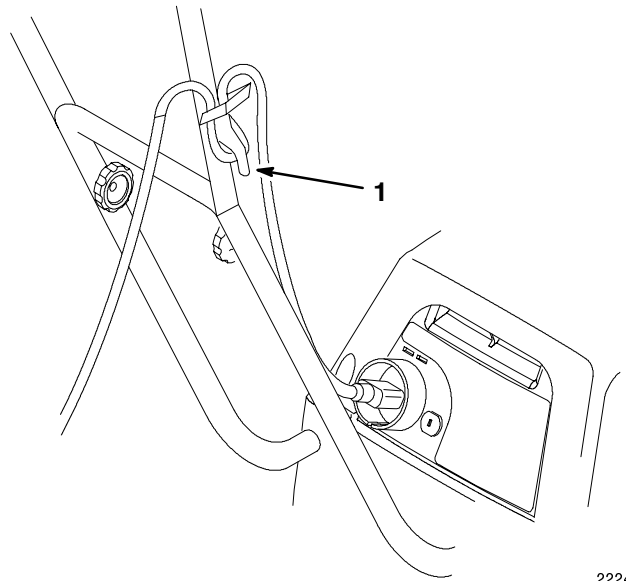

Figure 14
1. Connecter le prolongateur à la tondeuse (Fig. 14).